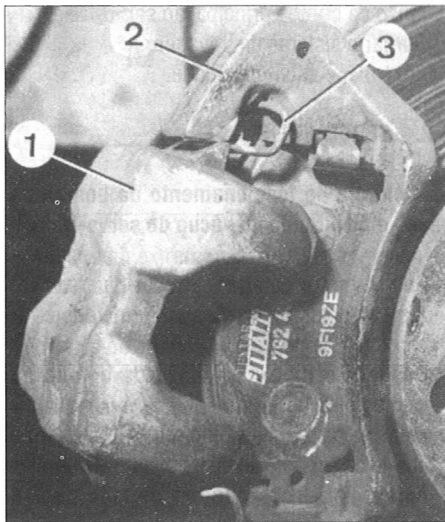

Fig. 81
- Colocar a pinça no suporte (Fig. 81).